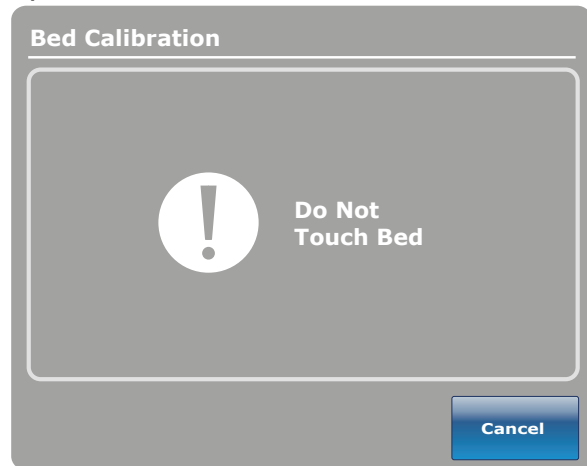

Figura 15: Ecrã “Do Not Touch Bed”
14. O ecrã “Do Not Touch Bed” (Não tocar na cama) é apresentado conforme mostrado na Figura 15.